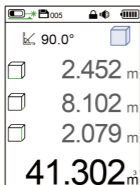

Figure 7 Premier volume mesuré
Étape 1 : Mesurer le premier volume (voir la mesure du volume), comme le montre la figure 7 ;